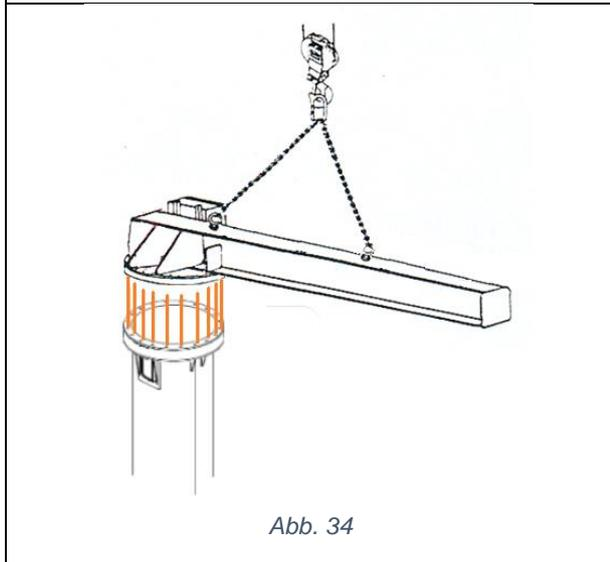

Abb. 34
7. Den Ausleger mit der Lochplatte so auf den Drehkranz setzen, dass die Bohrungen übereinstimmen (Abb. 34).